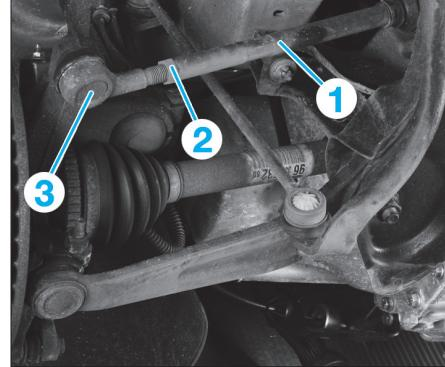

Fig. 4
- Le parallélisme se règle par l'allongement ou le raccourcissement de la longueur des bielles de direction (1), en les tournant par leur empreinte hexagonale, après avoir desserré le contre-écrou (2) des rotules de direction (3) (Fig.4).